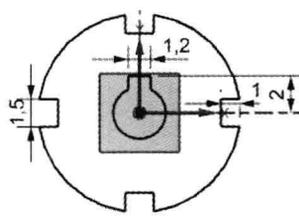

图 2.17 标注竖直尺寸 2
(3) 参照上述步骤标注图 2.17 所示的其余的竖直尺寸。